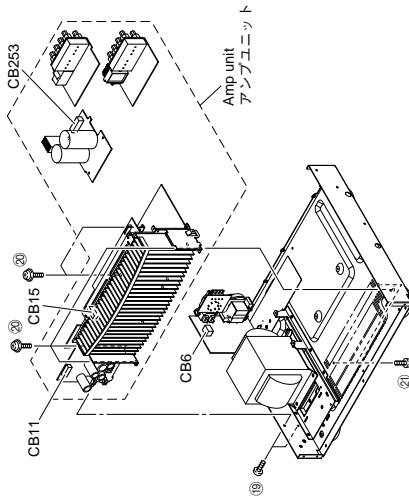

Fig. 10
- Remove 2 screws (19), 5 screws (20) and 2 screws (21). (Fig. 10)
- Remove CB6, CB11, CB15 and CB253. (Fig. 10)
- Remove the amp unit. (Fig. 10)
- 19のネジ2本、20のネジ5本、21のネジ2本を外します。(Fig. 10)
- CB6、CB11、CB15、CB253を外します。(Fig. 10)
- アンプユニットを取り外します。(Fig. 10)